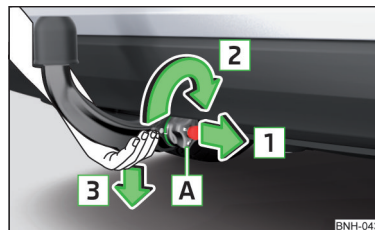

Fig. 130
- Prindeți tija cuplei **din partea de jos** » fig. 130.